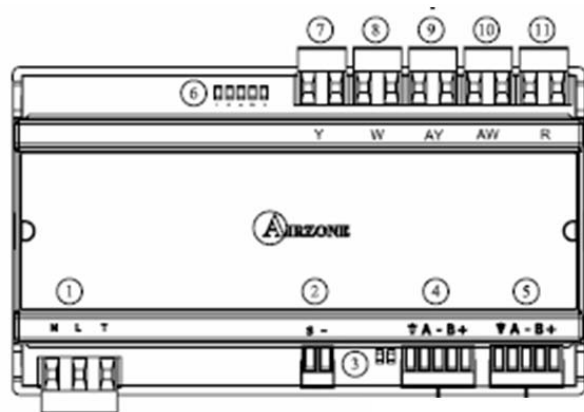
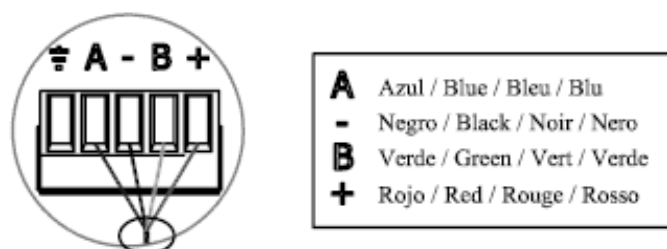

Fig. 40
Fig. 42
Il collegamento della scheda si realizza mediante un connettore a 5 poli ubicato nella parte inferiore destra della scheda (Fig. 40). Per realizzare la connessione fissare il cavo di collegamento al connettore mediante le apposite viti. **Si raccomanda di rispettare il codice dei colori associato alle serigrafie.** (Fig. 42)
Per la connessione utilizzare il connettore meglio specificato in Fig. 40
L'interfaccia supermaestro Airzone è **un elemento che si collega al bus domotico della scheda centrale** ^③ - **Fig. 3.** Nel caso in cui l'interfaccia debba essere connessa ad una centrale di controllo produzione **CCP collegare l'interfaccia al bus domotico alle periferiche (Fig. 40)**
①	Alimentazione
②	Bus domotico
③	Connessione Ethernet
Il Webserver è un elemento che si collega al bus domotico della scheda centrale ^③ Fig. 3 o in alternativa al connettore bus domotico alle periferiche della Centrale di controllo produzione (Fig. 40)